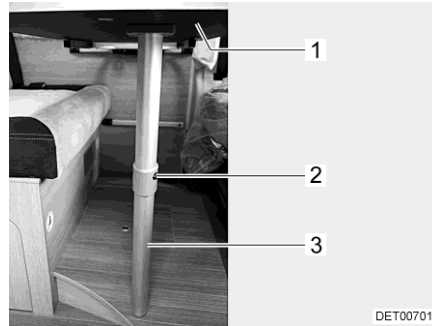

Bild 57 Sängstomme
- Lyft upp bordsskivan (Bild 57,1) något framtill.
- Tryck på låsknappen (Bild 57,2) och fäll upp den nedre delen av det ledade stödbenet (Bild 57,3) 90°.